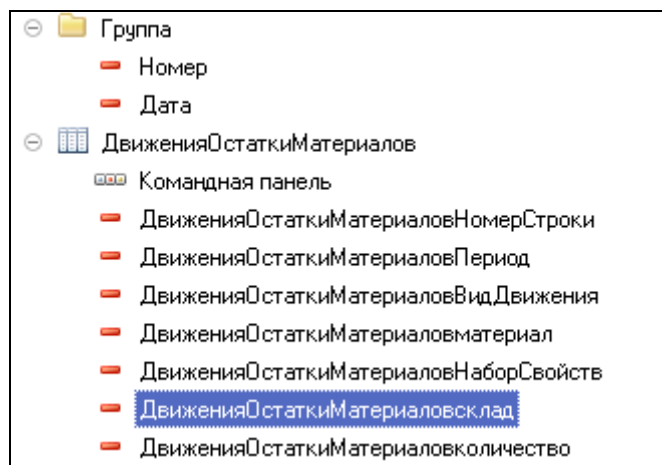

Рисунок 9.4 Измененная форма документа
5. Поменять местами поля ДвиженияОстаткиМатериаловНаборСвойств и Склад (рис.9.4).